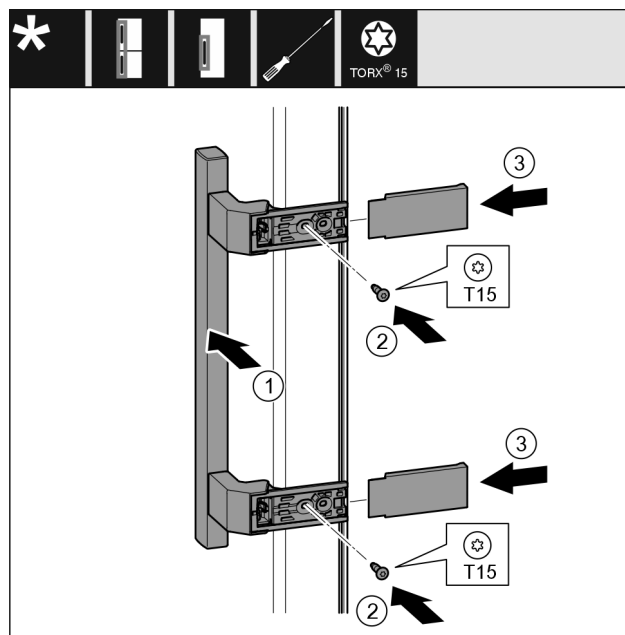

Fig. 11
- Установите ручку на противоположной стороне. Fig. 11 (1)
- Затяните винты отверткой T15. Fig. 11 (2)
- Установите крышки сбоку и надвиньте их. Fig. 11 (3)